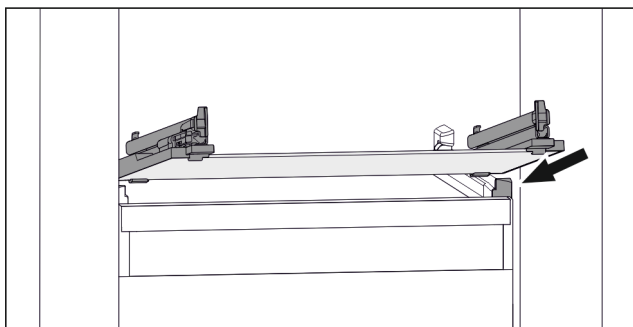

Fig. 52 Exempel på glashylla
- ▶ Sätt på glashylla i vinkel bakom stoppklackarna. (se Fig. 52)